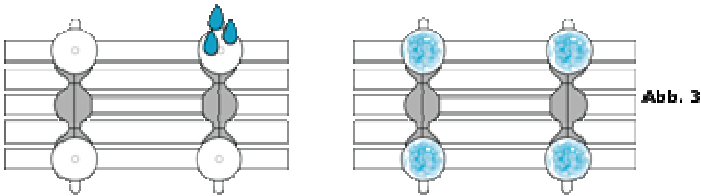

Abb. 3
2. Befestigen Sie die Saugnäpfe an der Unterseite des Sitzes (s. Abb. 3).